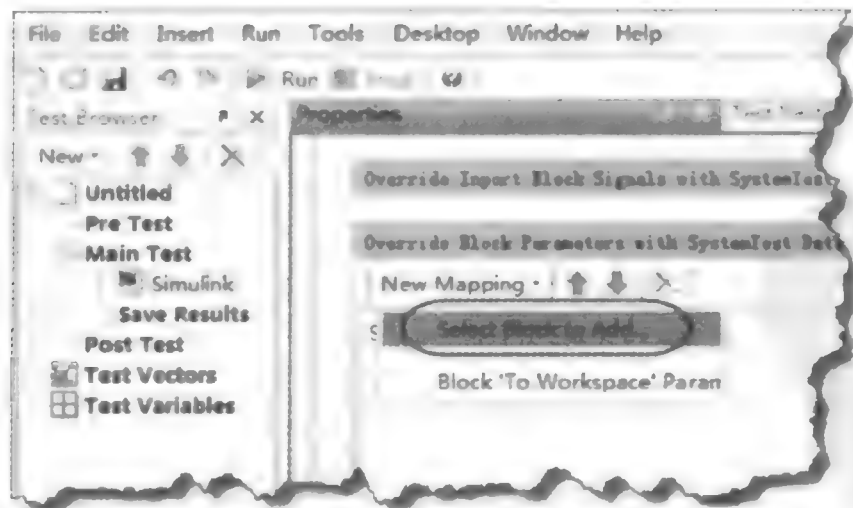

图 9.5.6 增加参数映射
(4) 添加测试参数向量。在中间界面的 Mappings,展开第二设置项 Override Block Parameters with System Test Data,增加一个新的参数映射,选择 Select Block to Add... 选项,如图 9.5.6 所示。